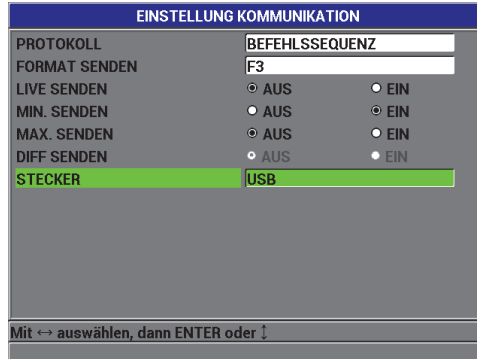

Abbildung 8-1 Fenster EINSTELLUNG KOMMUNIKATION mit USB
5. Stellen Sie im Fenster **EINSTELLUNG KOMMUNIKATION** den Parameter **STECKER** auf **USB** (siehe Abbildung 8-1 auf Seite 152).